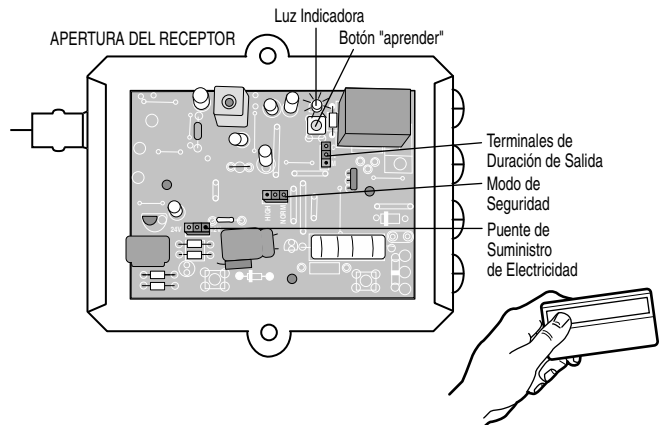

FIGURA 7
2. Oprimir y soltar el botón "learn" en el receptor. La luz indicadora learn se ilumina continuamente por 30 segundos (Figura 7).